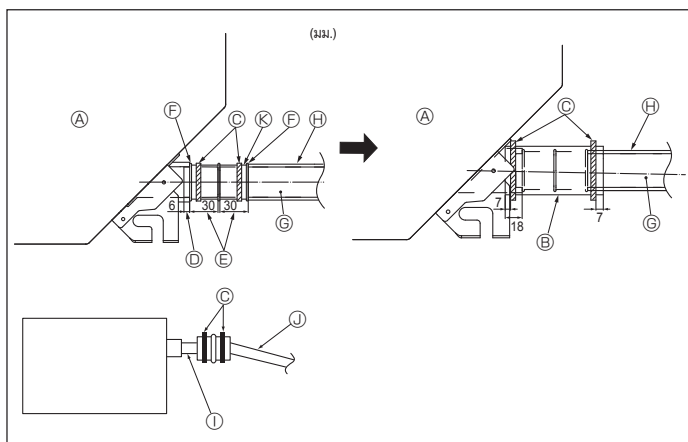

Fig. 3-5
1. ต่อข้อต่อท่อน้ำทิ้ง (ให้มาพร้อมกับเครื่อง) เข้ากับช่องระบายน้ำ (Fig. 3-5) (ติดให้แน่นด้วยกาว PVC แล้วรัดด้วยยางรัดให้แน่นอีกชั้น)